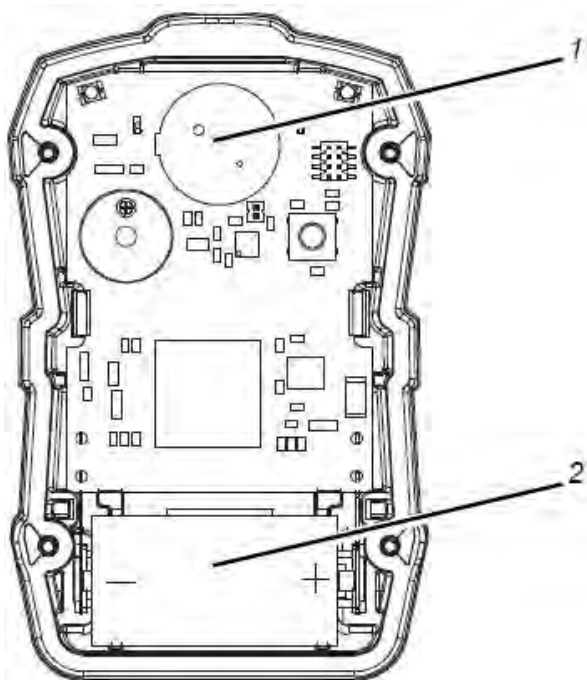

Figura 14 Sostituzione del sensore e della batteria
2. Rimuovere le quattro viti della custodia e rimuovere la custodia anteriore per accedere al sensore (situato nella parte alta del dispositivo, vicino ai LED di allarme → Figura 14 ).